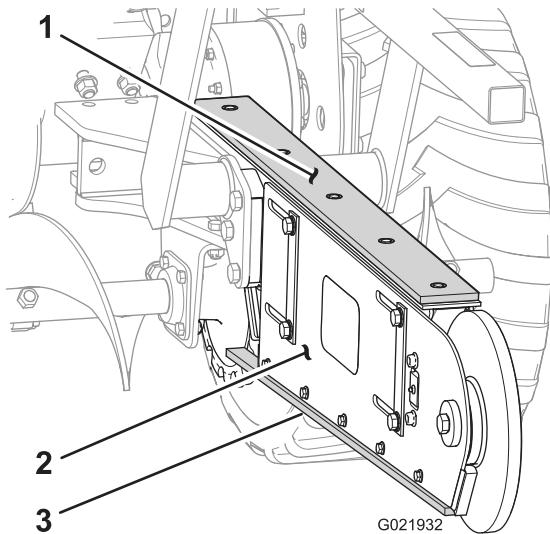

Figura 37
1. Levante la cadena de la tira de desgaste en la parte superior de la espada e inspeccione la tira de desgaste en busca de señales de daños o desgaste excesivo (Figura 37).
2. Inspecione el canal de desgaste en la parte inferior de la espada en busca de señales de daños y desgaste excesivo (Figura 37).